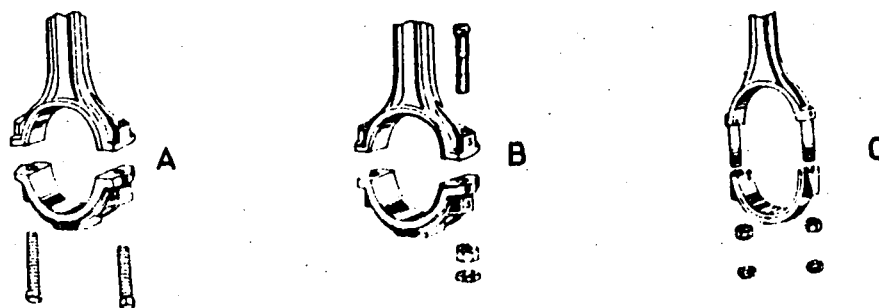

Fig. 3
A capa é fixada à cabeça (fig. 3) por meio de parafusos de aço especial (A) parafusos com porca (B) ou prisoneiros fixados à cabeça da biela (C).